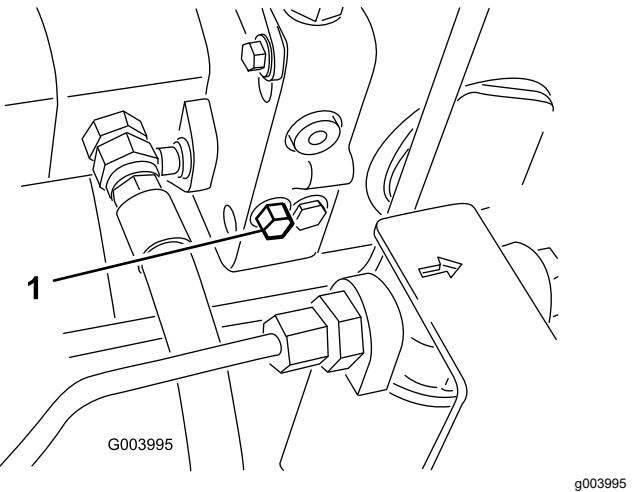

Bild 92
1. Drehen Sie die Schraube des Sicherheitsventils um eine 1½ Umdrehungen, um das Ventil zu öffnen und Öl intern abzulenken (Bild 92).